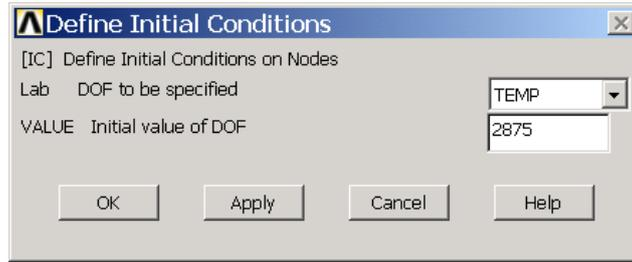

图11.37 定义初始温度
(21) 单击 Main Menu>Solution>Define Loads>Apply>Initial Condit'n>Define 菜单，弹出图形拾取对话框，单击【PICK ALL】按钮，弹出如图 11.37 所示的对话框，在【DOF to be specified】下拉列表框中选择【TEMP】，在【Intial value of DOF】文本框中输入【2875】，然后单击【OK】按钮。